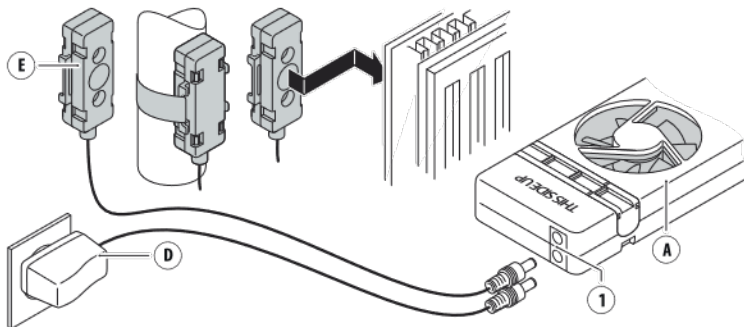

Fig. 3 - Connexion de l'adaptateur secteur (D) et du capteur de température (E).
- Connectez le **câble du capteur de température** (E) à l'un des **connecteurs femelles** (1) du **SpeedComfort** (A).
- Fixez le **capteur de température** (E) avec les aimants réglables (B) à l'arrière du radiateur, à proximité du tuyau d'alimentation en eau chaude ou sur le tuyau lui-même (voir fig. 3). Régler les curseurs magnétiques à la bonne largeur.
5. Connectez l'**adaptateur secteur (D)** au **connecteur femelle restant (1)** et à la prise murale (voir fig. 3).